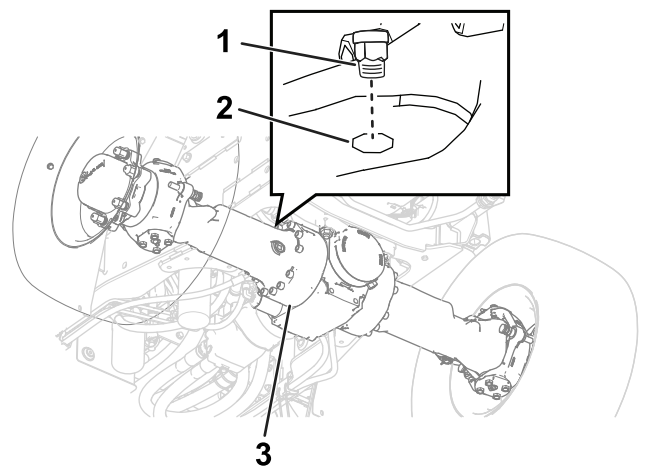
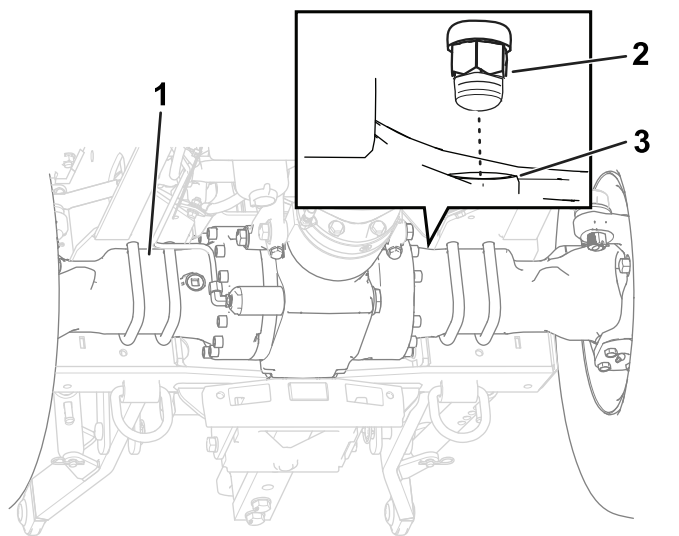

Figure 101
Figure 102
1. Nettoyez la surface autour des reniflards avec un solvant de nettoyage (Figure 101 et Figure 102).
2. Enlevez les reniflards du pont avant et des ponts arrière (Figure 101 et Figure 102).
5. Installez les reniflards dans les ponts avant et arrière (Figure 101 et Figure 102).